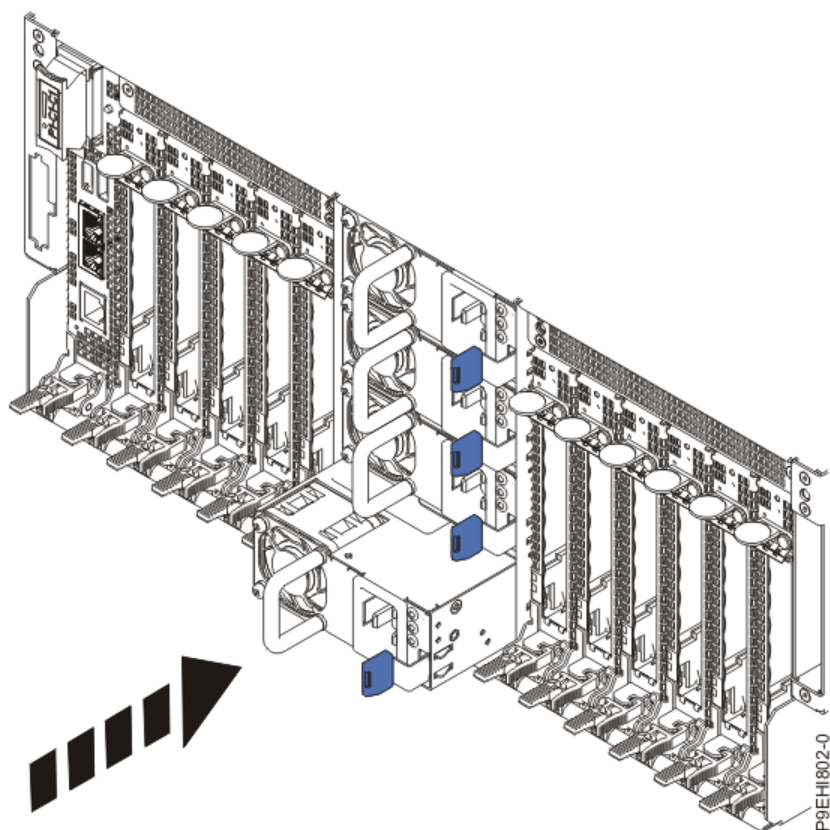

图 22 安装电源模块
3. 如图 22 所示，将电源对准电源框插入机箱内，直到卡扣卡到位。